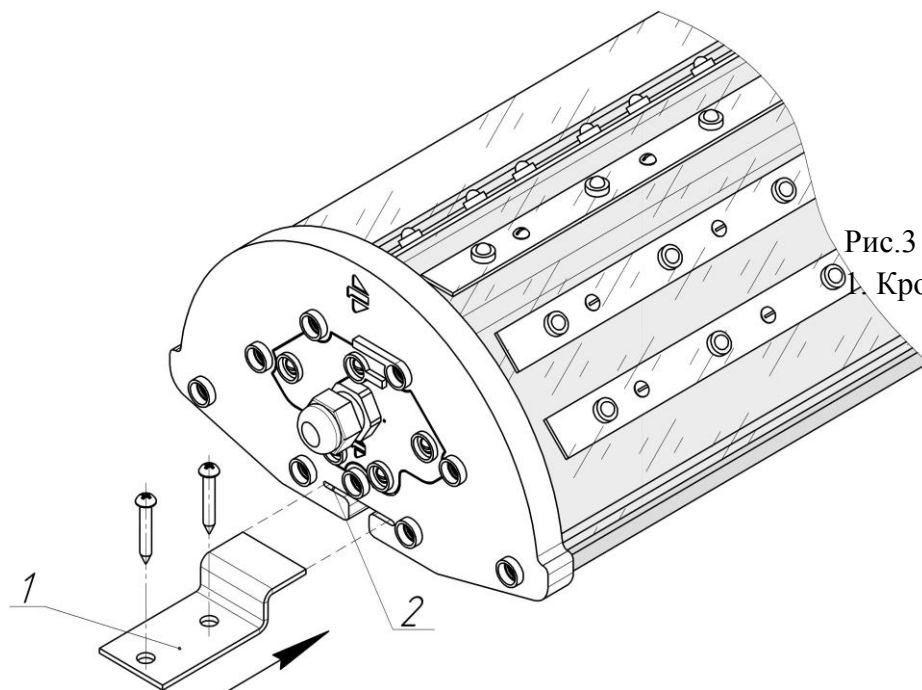

Рис.3 Крепление светильников
2.2.3. Крепление светильников на плоскую поверхность производить с помощью двух кронштейнов (см. рис.3 поз.1). Кронштейны вставить с торцов светильников в отверстия крышки (рис.3 поз.2) и крепить к стене или потолку используя дюбель-гвозди или другой крепеж.